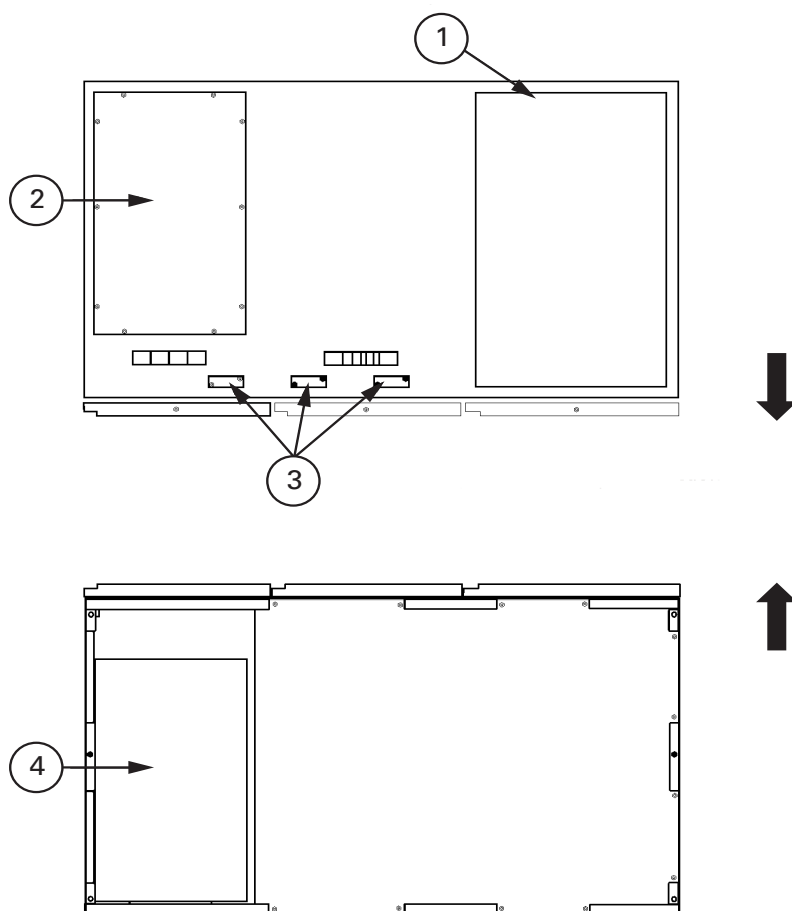

Рис. 4-4. Расположение входов проводки
Снимите верхние или нижние вводные пластины шкафа ИБП и просверлите/пробейте в них отверстия (см. Рис. 4-4).
2. Проведите входной и выходной кабели сверху или снизу шкафа к клеммам ИБП. Для получения информации о доступе к проводке и расположении клемм общего питания через выпрямитель см. Рис. 4-4 - Рис. 4-4, а для получения информации о расположении клемм отдельного питания через выпрямитель см. .
2. Проведите и подключите кабели аккумулятора между ИБП и аккумуляторными шкафами согласно инструкциям в руководстве по установке интегрированного аккумуляторного шкафа Eaton 9395P (модель IBC-L). Для получения информации о доступе к проводке и расположении клемм см. Рис. 4-4 – Рис. 4-4.
5. Проведите и подключите кабели аккумулятора между ИБП и аккумуляторной системой. Для получения информации о доступе к проводке и расположении клемм см. Рис. 4-4 – Рис. 4-4.